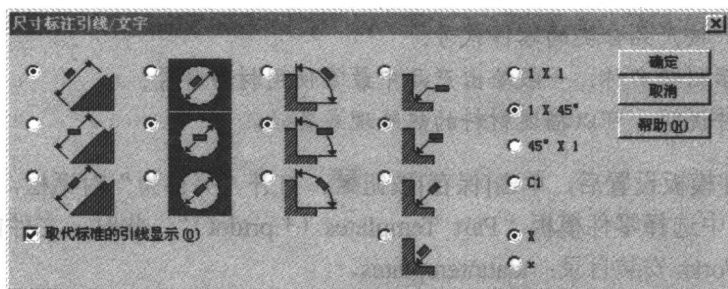

图 1-6 尺寸标注箭头
① 单击[新建]按钮, 在“新建 SolidWorks 文件”对话框中双击[零件]图标, 然后进行新零件模板设计。
② 选择菜单[工具]—[选项]命令, 出现“文件属性”对话框, 切换到“文件属性”选项卡。
③ 单击[出详图], 在[尺寸标注标准]中确定做下列选择, 保持其他选项为默认:
④ 单击[尺寸标注], 定义下列各项:
- 单击 **引线(L)...** 按钮，选中[取代标准的箭头显示]命令，设置如图 1-6 所示。